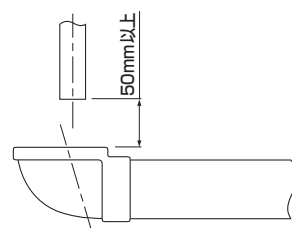

図1. 耐熱排水エルホッパー 75×50排水位置
3. 耐熱排水エルホッパー 75×50は排水位置により排水性能が変わります(詳しくは設計・施工マニュアルをご参照ください)。タンクからの排水は耐熱排水エルホッパーの中心より流出側に寄せて配管してください(図1)。